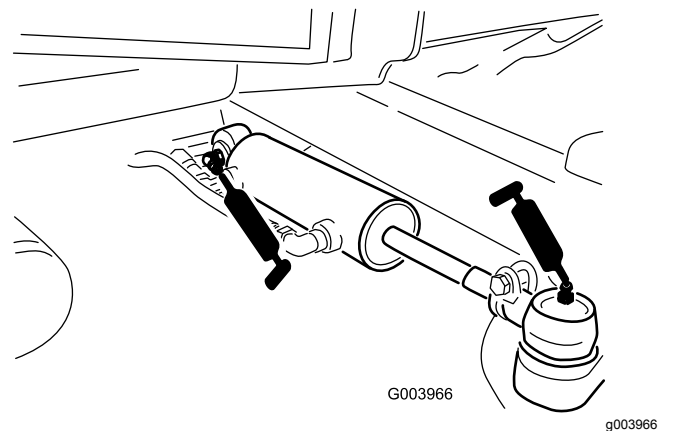

図 67
- ステアリングシリンダのボールジョイント 2ヶ所 図 67